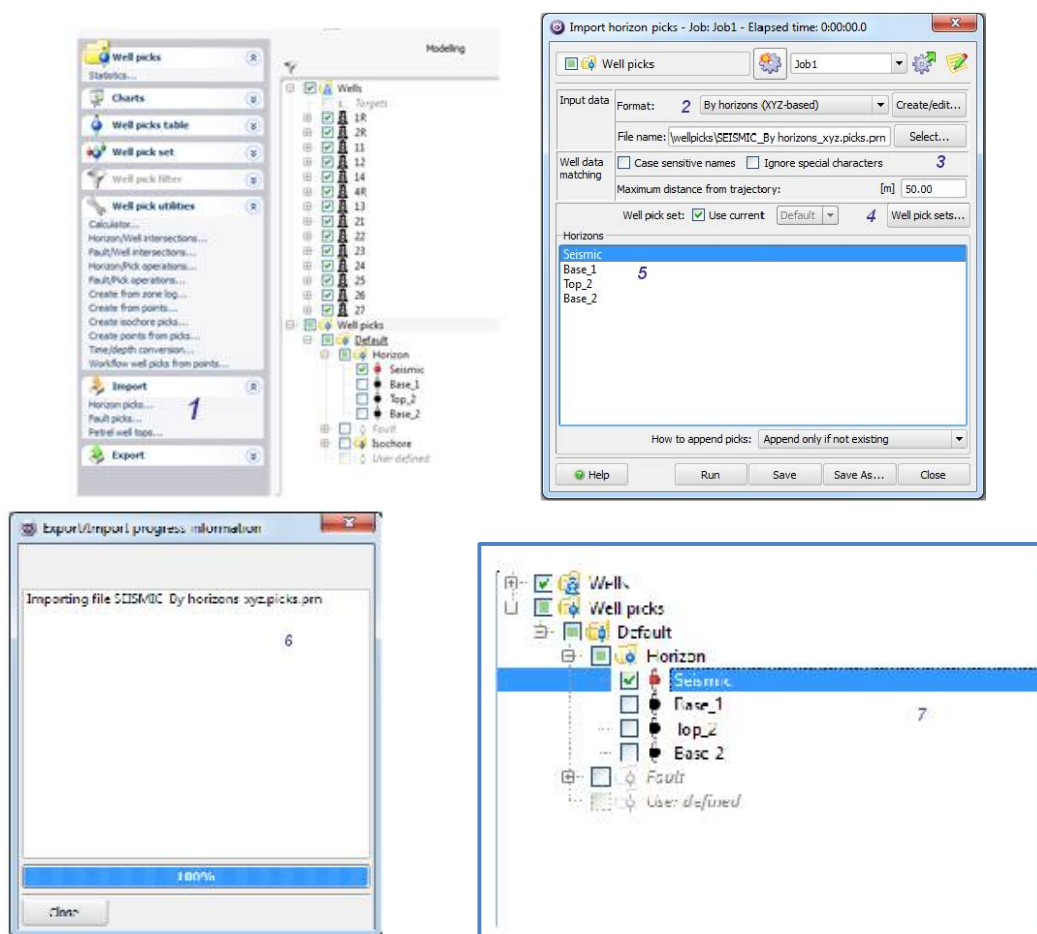

Рисунок 1.26 – Работа с панелью *Import horizon picks*
Кликните на контейнер *Well picks* и в списке операций данного контейнера в секции *Import* выберите опцию *Horizon picks... (1)* (рис. 1.26).